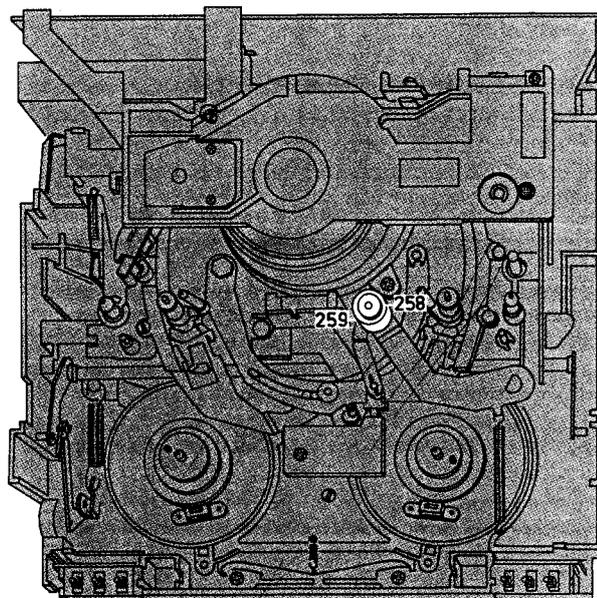

Fig. 2-16
- Keil 258, mit dem die Andruckrolle 259 gesichert wird, von der Achse herabziehen. (Abb. 2-16).